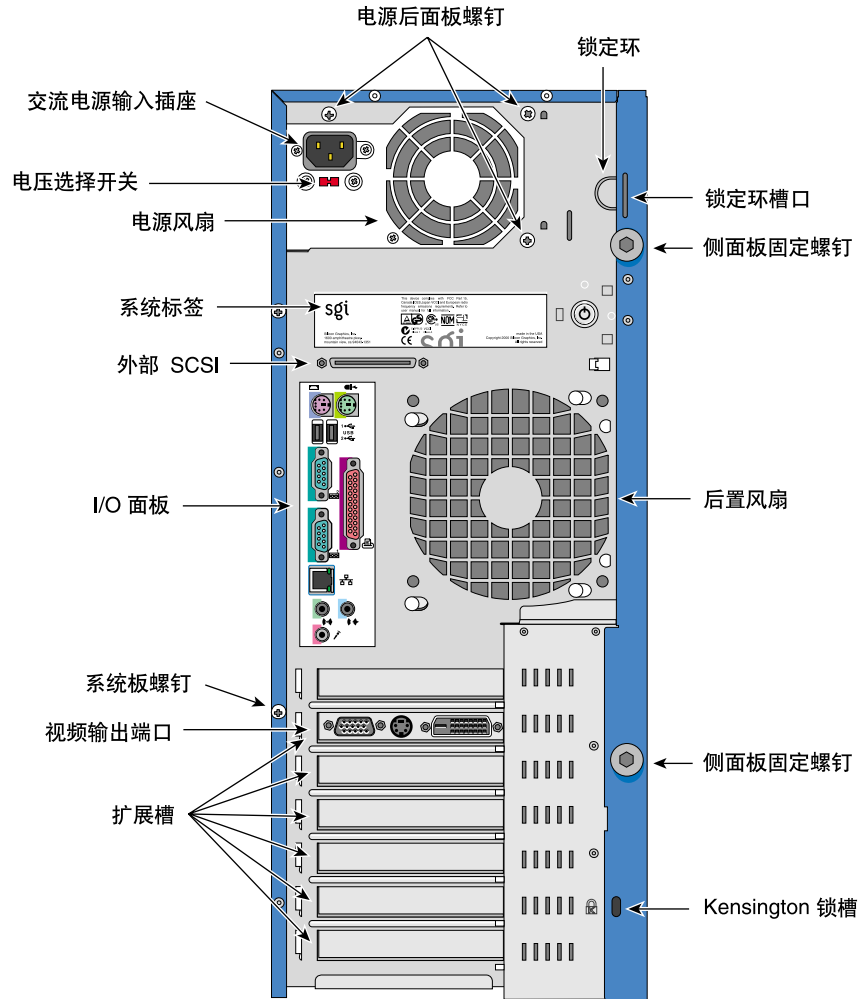
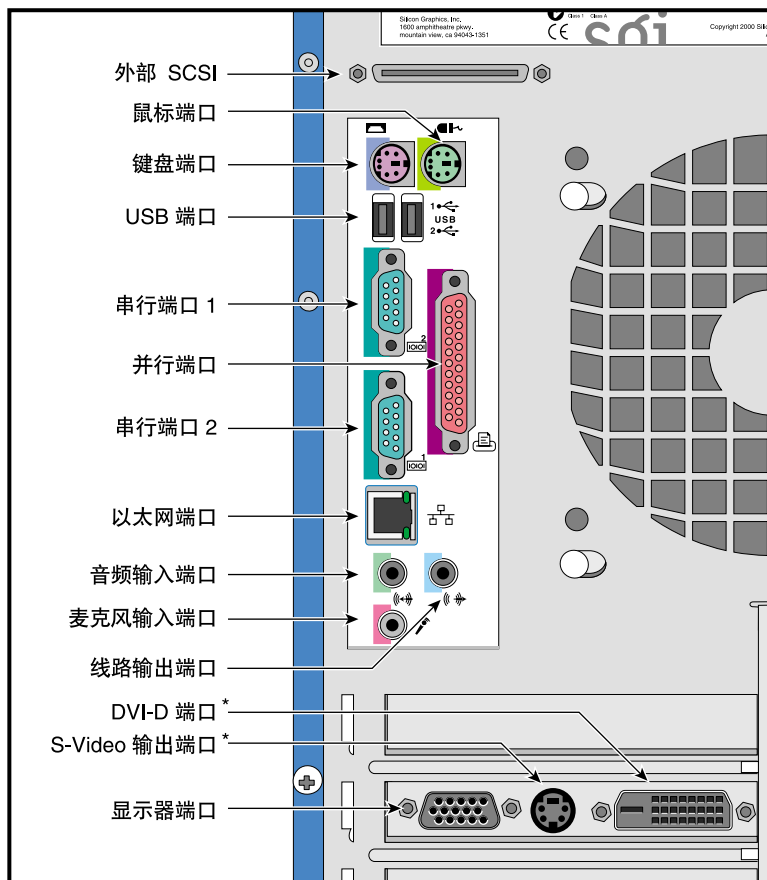

图 1-2 后面板
图 1-3 I/O 端口
如图 1-2 所示，后面板上包括交流电源输入插座、后置系统风扇、六个扩展槽和 I/O 面板。图 1-3 显示 I/O 面板的详细外观。
- 系统板与右侧面板平行安装，使用单螺钉方式固定（系统板螺钉位置可参见图 1-2）。有关系统板及其部件的概述，请参见第 3 章。